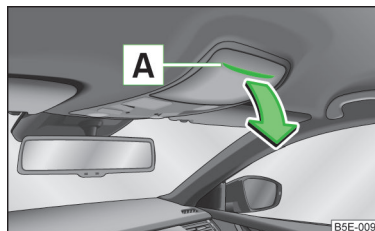

Fig. 71
► Apăsați pe capacul compartimentului pentru ochelari în zona **A** » fig. 71.
- Rabatați capacul compartimentului pentru ochelari în sens contrar săgeții » fig. 71, până se fixează cu un zgomot specific.